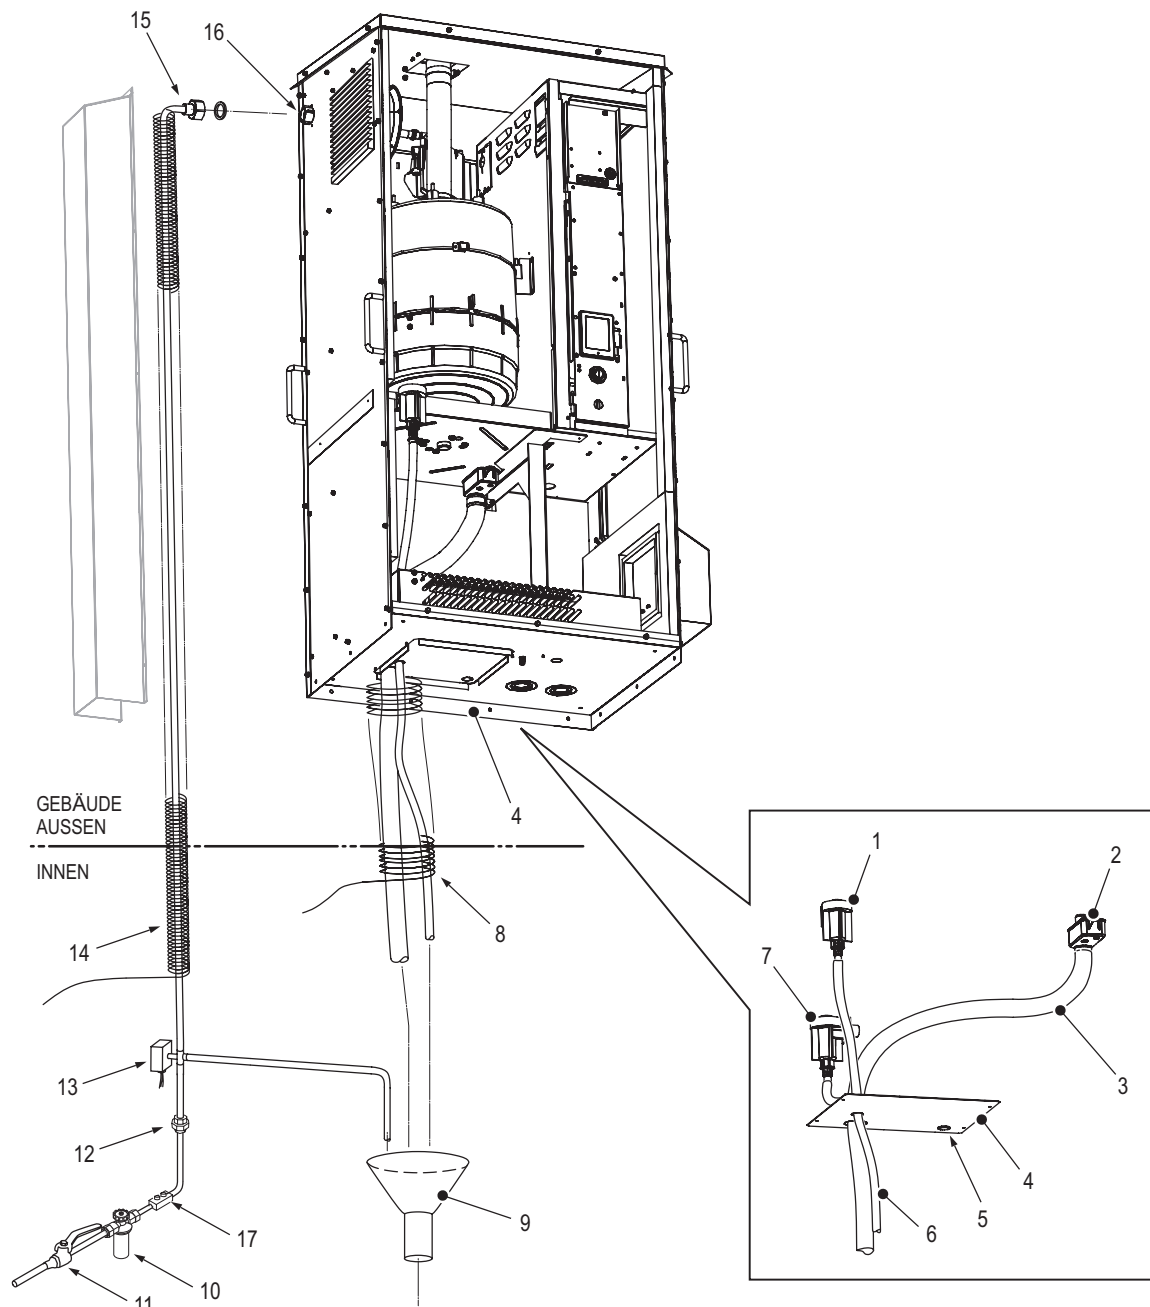

Bild 14: Anschlüsse für Wasserzulauf und -ablauf (abgebildet ist das mittlere EL-OC-Gerät)
Schließen Sie die Wasserzu- und Ablaufleitungen wie unten beschrieben an. Siehe Bild 14.
- Führen Sie eine Ablaufleitung (30 mm Innendurchmesser, nicht im Lieferumfang enthalten) durch die große Öffnung in der Bodenplatte und schließen Sie sie an den Ablaufanschluss des Befeuchters an. Siehe Bild 14 auf Seite 36. Sichern Sie die Leitung mit Klemmen (nicht im Lieferumfang). Führen Sie das andere Ende der Ablaufleitung zum Ablauftrichter.